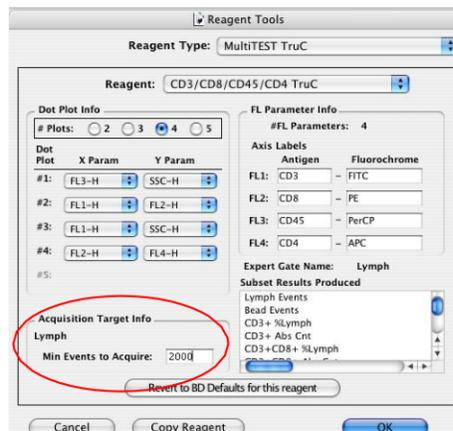

Figura 9: Ícone Reagent Tools da tela Test Prefs.
6.1. Deve-se adquirir no mínimo 2.000 eventos de linfócitos totais em um total de 20.000 eventos. Caso não seja adquirido 2.000 eventos de linfócitos totais após a aquisição de 20.000 eventos, o software BD Multiset™ continua adquirindo até atingir o máximo de 100.000 eventos. O número mínimo de linfócitos a ser adquirido está determinado no ícone **Reagent Tools** da tela **Test Prefs** (**Figura 9**). Este é um ícone de consulta onde pode-se verificar os valores determinados para o reagente de escolha, neste caso o tipo de reagente é BD Multitest™ CD3 FITC/CD8 PE/CD45 PerCP/CD4 APC TruC (indica que o BD Trucount™ Absolute Count Tubes é utilizado com este anticorpo monoclonal). O número de linfócitos adquiridos está determinado em **Acquisition Target Info > Lymph > Min Events to Acquire: 2000**.